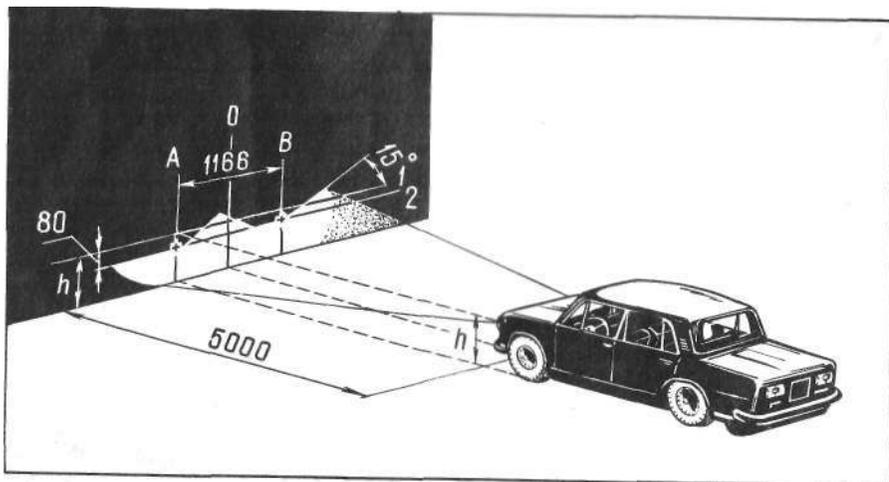

Рис. 66. Регулировка ближнего света фар
1. Поставьте полностью заправленный и снаряженный автомобиль с нагрузкой 75 кг на сидении водителя и с нормальным давлением воздуха в шинах на горизонтальную площадку на расстоянии 5 м от белого экрана (рис. 66), расположенного в тени. Экраном может служить светлая стена дома.